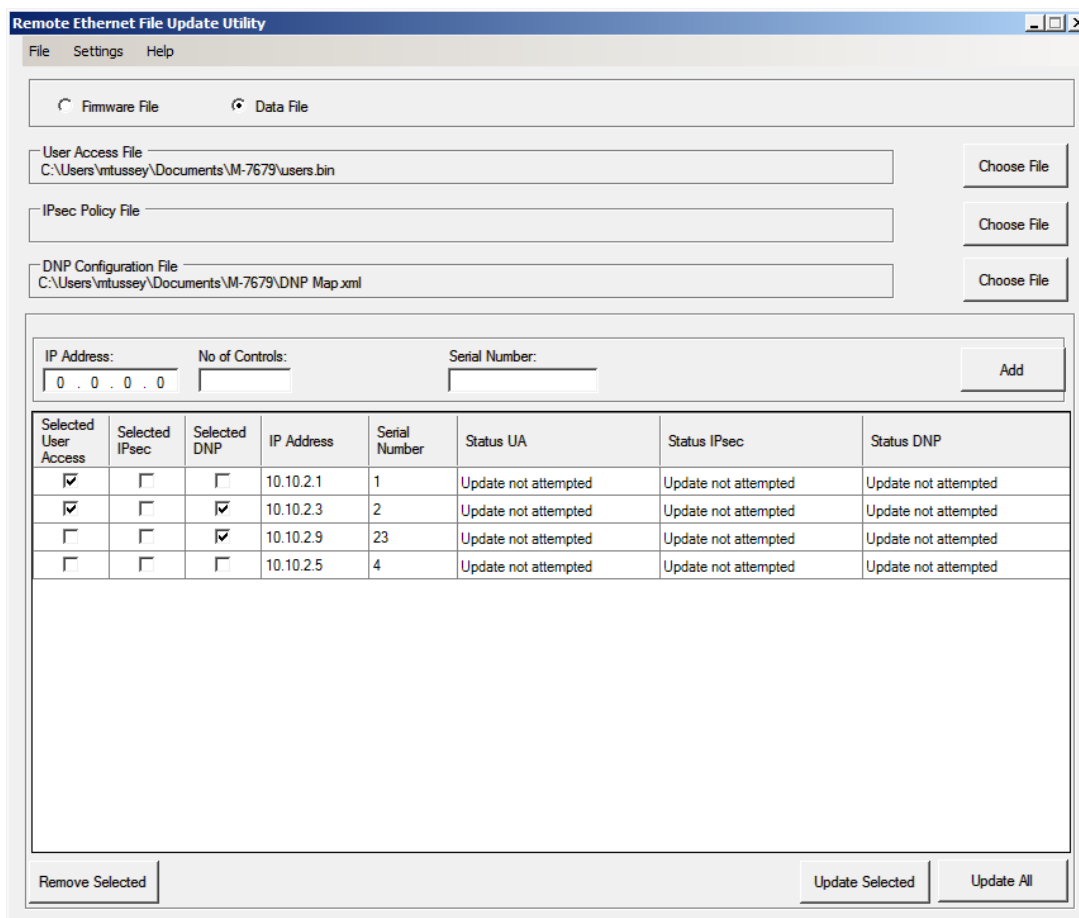

Figura 2-5 Pantalla de Utilidad Ethernet de Actualización Remota de Archivo (archivo de datos)
3. Seleccione "Data File". La pantalla de Archivo de Datos REFU se mostrará (Figura 2-5).